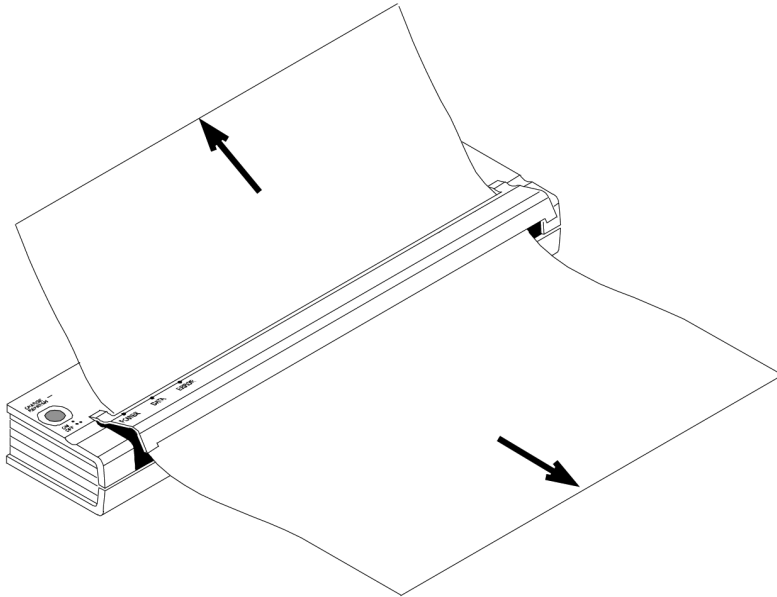

Abbildung 16. Herausziehen von gestautem Papier aus dem Drucker
2. Ziehen Sie das Papier vorsichtig aus dem Drucker heraus. Sie können in beide Richtungen ziehen. Siehe Abbildung 16.